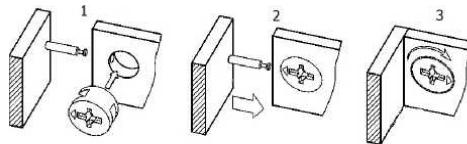

Рис. 4 - Соединение эксцентриковой стяжкой
2.2 Соедините царгу правую (2) и царгу левую (3) с изножьем (4) при помощи шкантов и усиленных эксцентриковых стяжек между собой, завернув эксцентрики до плотного присоединения деталей. (Рис.4).
2.4 Приставте к собранной части спинку (1) и при помощи шкантов и усиленных эксцентриковых стяжек соедините между собой, завернув эксцентрики до плотного присоединения деталей. (Рис.4).